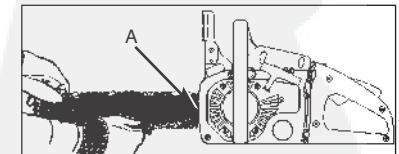

Bild. 5
1. Halten Sie die Spitze der Leitschiene nach oben und drehen Sie die Justierschraube (A) IM UHRZEIGERSINN, um die Spannung der Kette zu erhöhen. Drehen Sie die Schraube ENTGEGEN DEM UHRZEIGERSINN, lockert sich die Spannung der Kette. Prüfen Sie, ob die Kette ganz um die Leitschiene angelegt ist (Bild. 5).